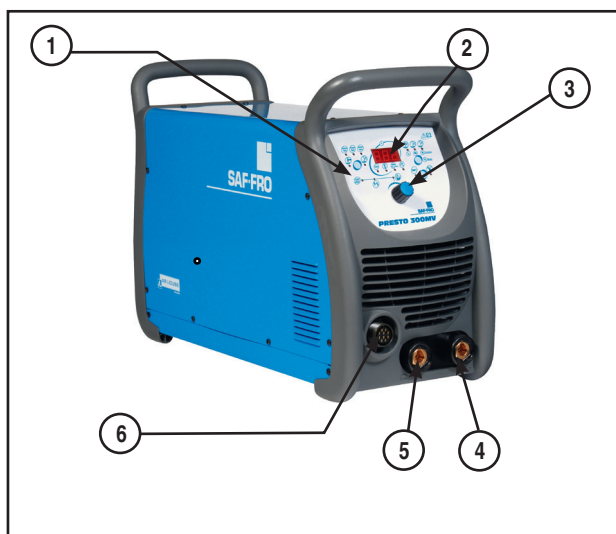
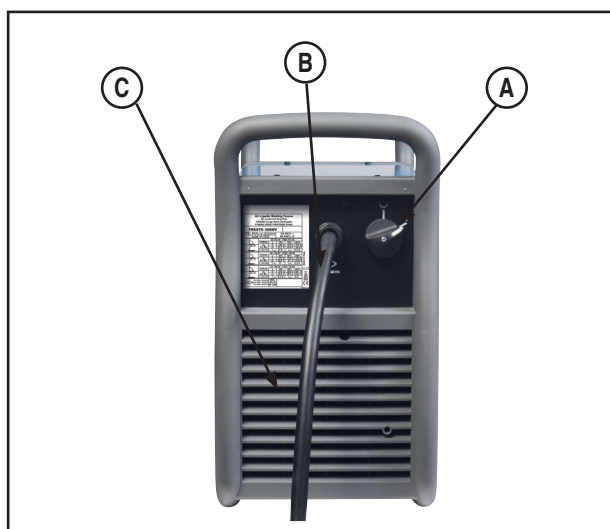
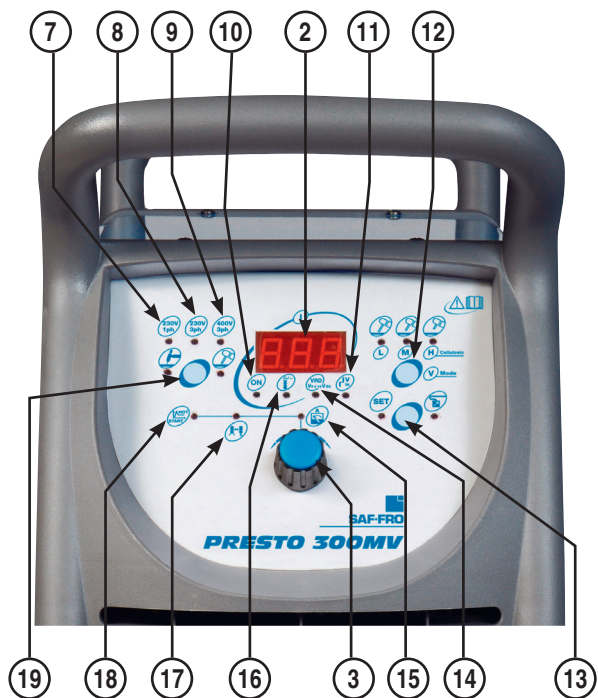

Fig. 2
Fig. 3
Fig. 8
- C. Ventilador de refrigeración: el equipo dispone de un circuito interno F.A.N. (Ventilador si se requiere) que enciende (ON) o apaga (OFF) automáticamente el ventilador. Esta función reduce la cantidad de suciedad que puede verse atrapada dentro del equipo, así como el consumo de energía. Cuando el equipo está encendido (ON) (Ref. A – Fig. 3), el ventilador se encenderá (ON). El ventilador seguirá funcionando si la máquina está soldando. Si la máquina no suelda durante más de cinco minutos, el ventilador se apagará (OFF).
- a. Para varilla de electrodo con corriente continua positiva (DCEP, por sus siglas en inglés) conecte el cable del portaelectrodos al terminal de corriente de soldadura positivo (Ref. 4 – Fig. 2).
- b. Para varilla de electrodo con corriente continua positiva (DCEP, por sus siglas en inglés) conecte el cable de trabajo al terminal de corriente de soldadura negativo (Ref. 5 – Fig. 2) y la pinza cerca del área de soldadura.
8. **Encienda el equipo (ON) (Ref. A – Fig.3)** y seleccione el modo de soldadura de electrodo (Ref. 19 – Fig. 8).
13. Para usar el mando a distancia: enchufe el conector del mando a distancia al receptáculo de 10 pines del panel frontal (Ref. 6 – Fig. 2) y actívelo con la tecla (Ref. 13 – Fig. 8). De esta manera, la corriente puede ajustarse independientemente del ajuste hecho en el equipo, pero cuidado: la corriente de soldadura máx. del mando a distancia depende del valor ajustado en el panel frontal con el mando de control del encoder (Ref. 3 – Fig. 8).
4. Conecte el cable de trabajo al terminal de corriente positivo (Ref. 4 – Fig. 2) y la pinza cerca de la zona de soldadura.
5. Conecte el cable de la antorcha al terminal de corriente negativo (Ref. 5 – Fig. 2) y coloque el electrodo requerido y la boquilla de conducción del gas en la antorcha (compruebe el estado del electrodo infusible).
8. Encienda el equipo (ON) (Ref. A – Fig. 3). El equipo se encenderá con el mismo ajuste de los parámetros anteriores.
9. Seleccione el modo de soldadura TIG LIFT (Ref. 19 – Fig. 8).
10. VRD: en el proceso de soldadura TIG LIFT, el dispositivo de reducción de tensión está activado (ON) de fábrica (no es posible apagarlo), esto significa que al final de la soldadura, el equipo se apaga (OFF) (en espera), para reiniciarse automáticamente cuando el electrodo entra en contacto con la pieza de trabajo (fase de encendido en modo LIFT TIG).
11. Establezca por defecto la corriente de soldadura dentro del intervalo de mín. a máx. disponible (su valor depende de la tensión de alimentación disponible en el área y del proceso de soldadura) usando el mando de control del encoder (Ref. 3 – Fig. 8)
12. Para usar el mando a distancia: enchufe el conector del mando a distancia al receptáculo de 10 pines del panel frontal (Ref. 6 – Fig. 2) y actívelo con la tecla (Ref. 13 – Fig. 8). En este estado, la corriente puede ajustarse independientemente del ajuste hecho en el equipo, salvo la corriente de soldadura máxima que vendrá ajustada por el mando de control del encoder (Ref. 3 – Fig. 8).
La **INTERFAZ DEL OPERADOR (HI)** se encuentra en el panel frontal del equipo (Ref. 1 – Fig. 2) y es el cerebro de este.
IMPORTANTE: CUANDO SE ENCIENDE EL EQUIPO (REF. A – FIG. 3), SE ENCIENDE EL TESTIGO LED VERDE DE ENCENDIDO (ON) (REF. 10 – FIG. 8) JUNTO CON UNO DE LOS TESTIGOS LED DE TENSIÓN DE ENTRADA (REF. 7, 8, 9 – FIG. 8) PARA INDICAR LAS CARACTERÍSTICAS DE LA RED CONECTADA AL EQUIPO.
Están disponibles los ajustes predefinidos y visualizaciones siguientes (vea Fig. 8):
- Testigo LED amarillo encendido (ON) (Ref. 16): este testigo se enciende cuando el equipo se sobrecaliente y se desactive la corriente.
Ref. 15. Con el testigo LED rojo encendido, use el mando de control del encoder para ajustar la corriente de soldadura. El amperímetro (Ref. 2) muestra el valor predefinido y el amperaje mientras se suelda. El testigo LED de la corriente de soldadura (Ref. 15 – Fig. 8) está normalmente encendido (ON); solo está apagado (OFF) cuando la función Hot Start (inicio caliente) o Arc Force (fuerza del arco) están activadas.